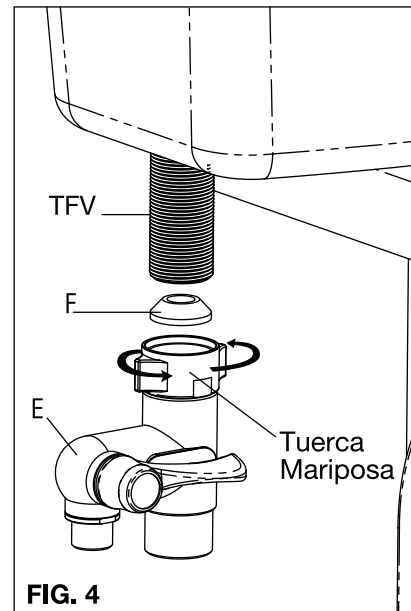

FIG. 4
2. Place Cone Washer (F) into female swivel nut on Diverter Valve (E). Thread swivel nut onto the Toilet Fill Valve (TFV) connection on the bottom of the tank with lever facing forward. Hand tighten the swivel nut. [Fig.4]
- Coloque la Arandela Cónica (F) dentro la sección/tuerca mariposa de la Válvula Divertor (E). Enrosque la tuerca mariposa a la entrada de Válvula del Estanque (TFV) del estanque posicionando de frente la manivela de control. Ajuste la tuerca mariposa a mano. [Fig. 4]
- Placez la Rondelle Conique (F) dans l'écrou tournant femelle sur l'Inverseur (E). Vissez l'écrou tournant sur le Robinet de Remplissage des Toilettes (TFV) en bas du réservoir avec le levier faisant face vers l'avant. Serrez l'écrou tournant à la main. [Fig.4]